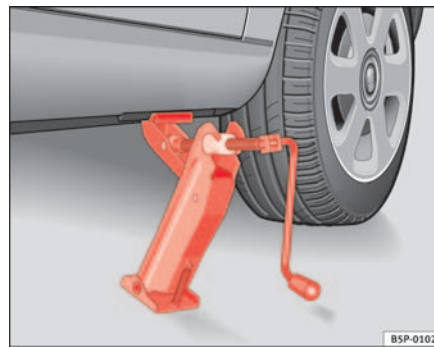

Abb. 168 Wagenheber
- Richten Sie den Wagenheber so aus, dass seine Klaue den Steg des Unterholms umfasst und die bewegliche Grundplatte plan auf dem Boden aufliegt ⇒ Seite 236, Abb. 168.